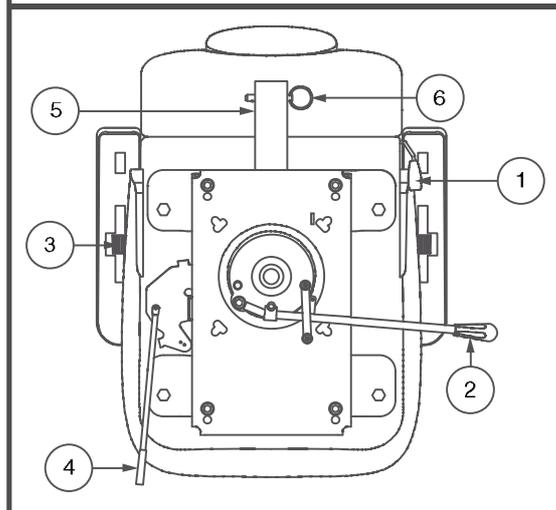

Figura 16. Regolazioni del sedile - Stile B
Per regolare il sedile reclinabile dello scooter, osservare questi passaggi. Vedere figura 16.
1. Tirare verso l'esterno la leva scorrimento sedile. Vedere figura 16.
L'inclinazione del bracciolo dello scooter è regolabile verso il basso o verso l'alto ruotando l'apposito selettore. Vedere figura 16.
La staffa accessoria montata posteriormente consente di collegare un accessorio personale come un cestino, un porta-deambulatore o una bombola di ossigeno alla parte posteriore dello scooter. Utilizzare il perno di fermo per fissare saldamente l'oggetto alla staffa accessoria. Vedere figura 16. Per dettagli rivolgersi al fornitore autorizzato.